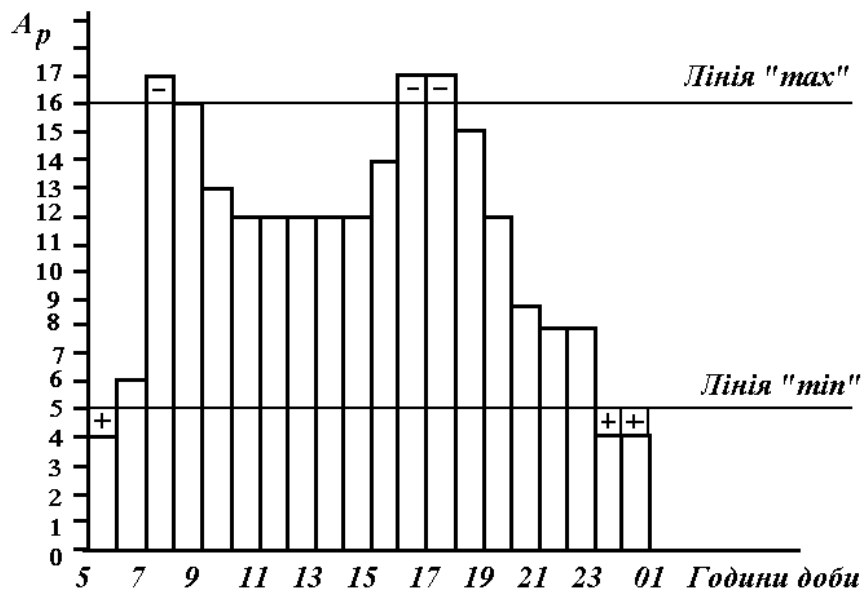
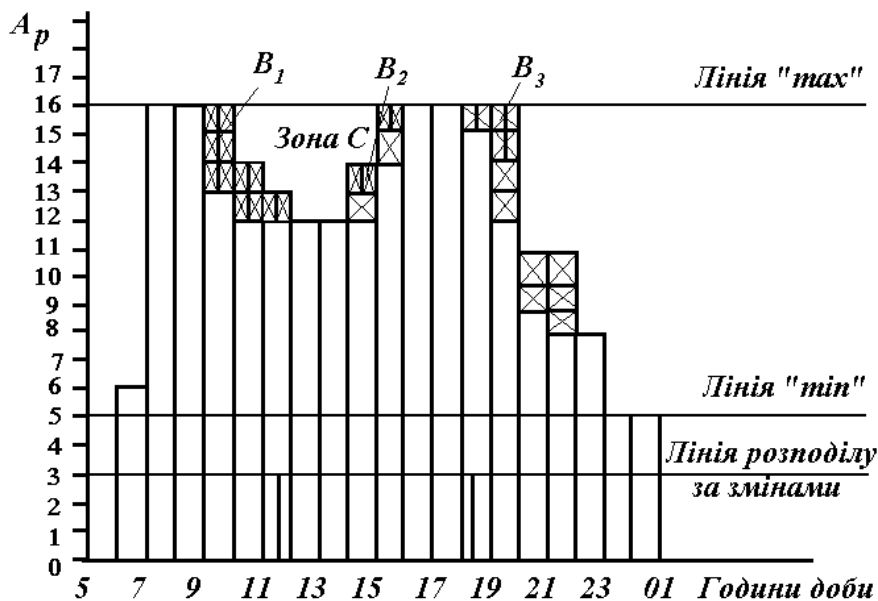

Рисунок 1 – Діаграма розподілу автобусів за годинами доби
Рисунок 2 – Діаграма «максимум»
– аркуш 2-й – діаграми розподілення автобусів за годинами доби (рис. 1), «максимум» (рис. 2), класифікації за змінами та режимом роботи (рис. 3), за тривалістю роботи (рис. 4).
Рисунки, таблиці, зміст, додатки і список літератури розташовують на окремих аркушах. Усі ілюстрації називаються рисунками і мають наскрізну нумерацію (рис. 1, рис. 2 тощо). Цифровий матеріал записки оформляється у вигляді таблиць із заголовком. Нумерація таблиць наскрізна. Рисунки і таблиці слід розміщувати після посилання на них, при посиланні вказують їх номер.
На підставі даних табл. 1 будують діаграму розрахункової кількості автобусів за годинами доби (рис. 1). По горизонтальній осі відкладають години доби, а по вертикальній – кількість автобусів. Площа діаграми являє собою транспортну роботу в автобусо-годинах, необхідну для виконання перевезення пасажирів на маршруті.
Отримане значення наносять на діаграму (див. рис. 1) у вигляді горизонтальної лінії, що називається лінією «мінімум». Якщо контур діаграми знаходиться нижче лінії «мінімум», необхідно площу, що обмежена контуром та лінією, включити в робоче поле діаграми, тим самим збільшити обсяг транспортної роботи (див. клітинки, що відмічені знаком «+»).
Отримане значення A_{\max} наносять на діаграму і проводять горизонтальну лінію, що називається лінією «максимум» (див. рис. 1, для даного прикладу $A_{\max}=16$ автобусів).
На діаграмі (рис. 2, для даного прикладу $\Delta A_m=3$ автобуси) знизу відтинають кількість автобусів, що працюють у три зміни.
Потім проводять набір обідніх перерв, виходячи з вимог того, що обідня перерва може бути призначена не раніше ніж через дві години і не пізніше ніж через п'ять годин з початку зміни. Для першої зміни кількість автобусів вибирають по першому спаду кількості автобусів зліва на право і знизу вгору (див. рис. 2). Кількість годин обідніх перерв водіїв набирають залежно від кількості автобусів, що працюють на маршруті протягом усього часу руху. При цьому можна встановити тривалість обідніх перерв за одну годину або півгодини для усіх водіїв або частини водіїв з годинною перервою, а частини – з півгодинною. На вибір того або іншого варіанту впливає характер зміни пасажиропотоку на маршруті.
кожного водія, дорівнює 0,5 години, потребує включення в графік $0,5 \times 12 = 6$ годин. У такий спосіб набирають кількість годин обідніх перерв і для другої та третьої змін (див. рис. 2).
Автобуси, які доцільно вивести з руху, визначають розрахунковим шляхом. При цьому використовують дані (див. рис. 2 і 4). За цим принципом відповідно до графоаналітичного розрахунку поступово виключають з руху всі автобуси.